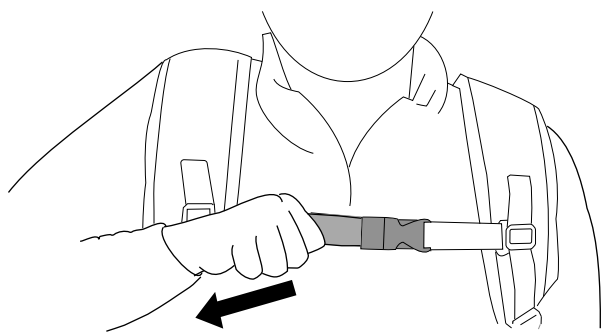

Figura 12
5. Serrate il cinturino per lo sterno in modo tale che sia aderente (Figura 12).